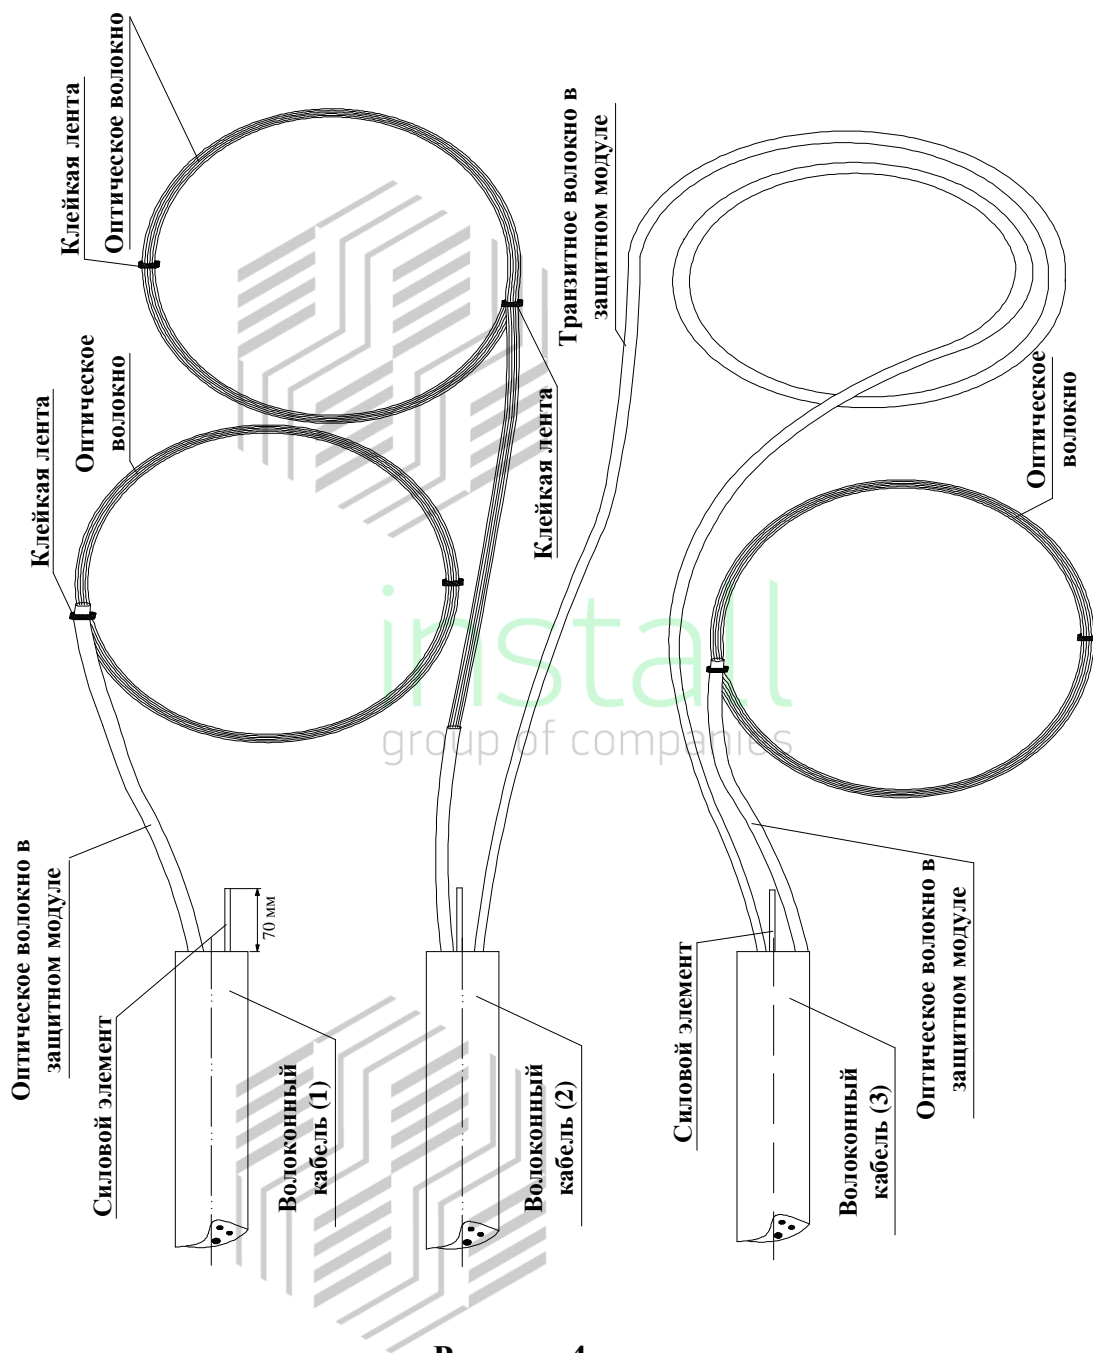
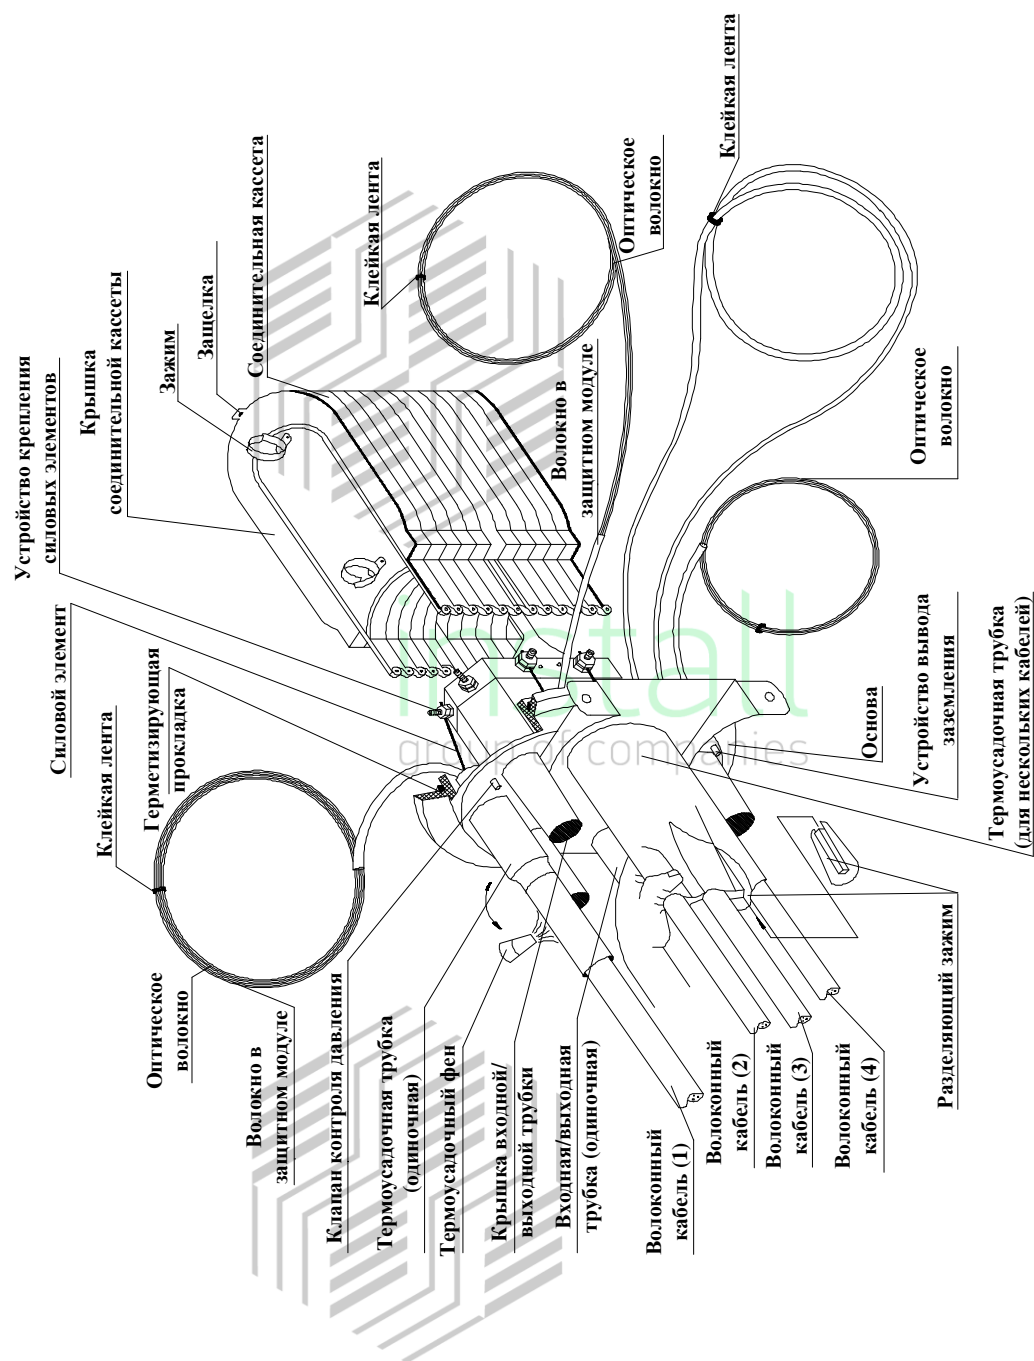

Рисунок 4
Рисунок 5
6.4.7 Смотрите рисунок 4 и рисунок 5.
6.5.3 Смотрите рисунок 5.